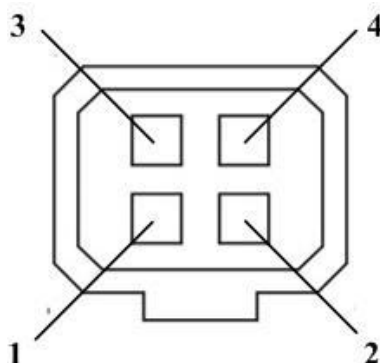

Figura 2-7 Interface do diafragma automático
- O tipo de interface do diafragma automático é mostrado em Figura 2-7 e a definição de cada pino é mostrada abaixo: